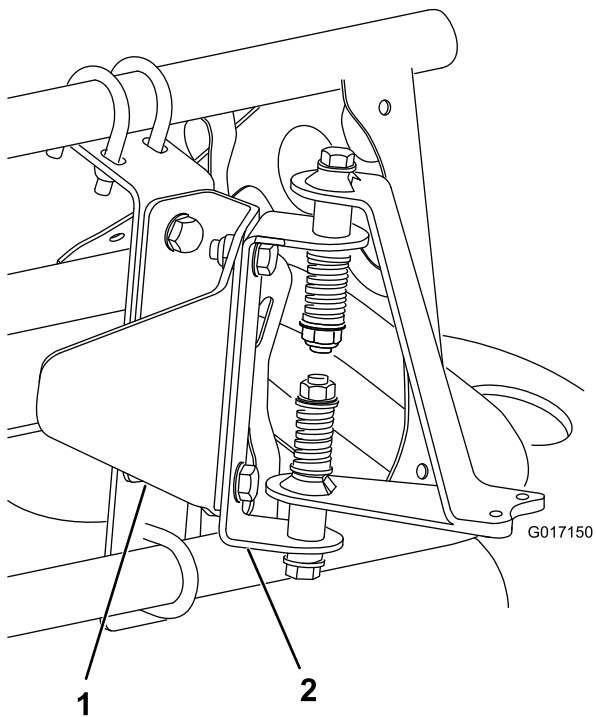
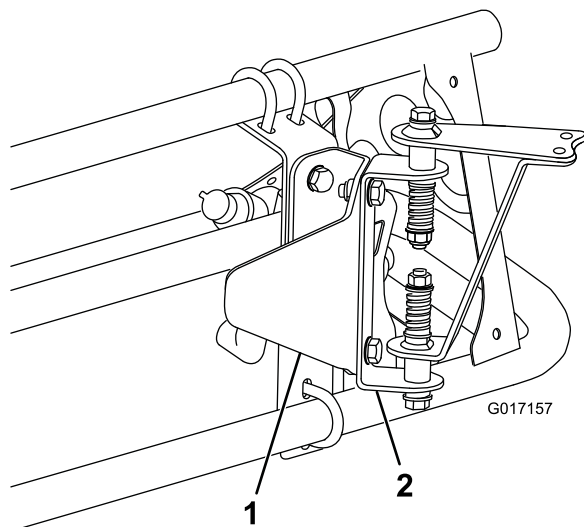

Figura 8
Figura 9
3. Instale los herrajes de montaje del sensor en el protector del sensor con 2 pernos (5/16 x 3/4 pulgada) y 2 contratuercas (5/16 pulgada) según se muestra en Figura 8 (brazo cubierto) o Figura 9 (brazo abierto).